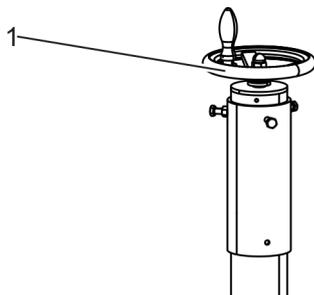

Abb. 35: Handrad Höhe
- 12.** Höhe des Abfüllventils mit Hilfe des Handrads (Abb. 35/1) einstellen.